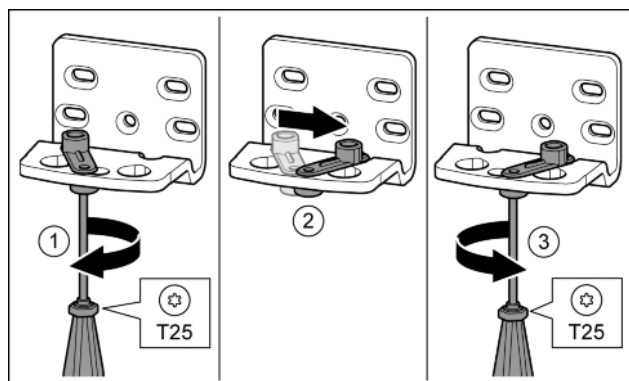

Fig. 15*
- ▶ Schroef met de schroevendraaier T25 los draaien. Fig. 15 (1)*
- ▶ Deursluthulp optillen en 90° naar rechts in de opening draaien. Fig. 15 (2)*
- ▶ Schroef met schroevendraaier T25 vastschroeven. Fig. 15 (3)*